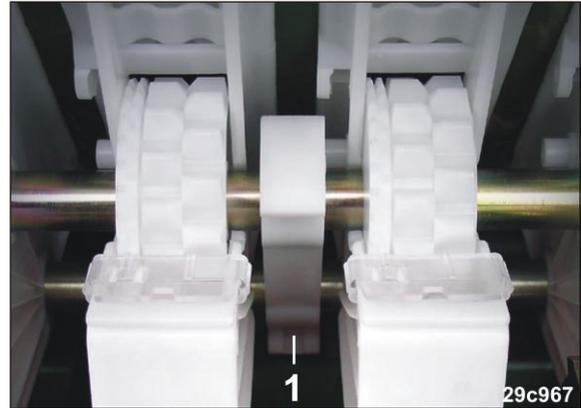

Fig. 228
3. Die Säwellenandrucklager (Fig. 228/1) öffnen.